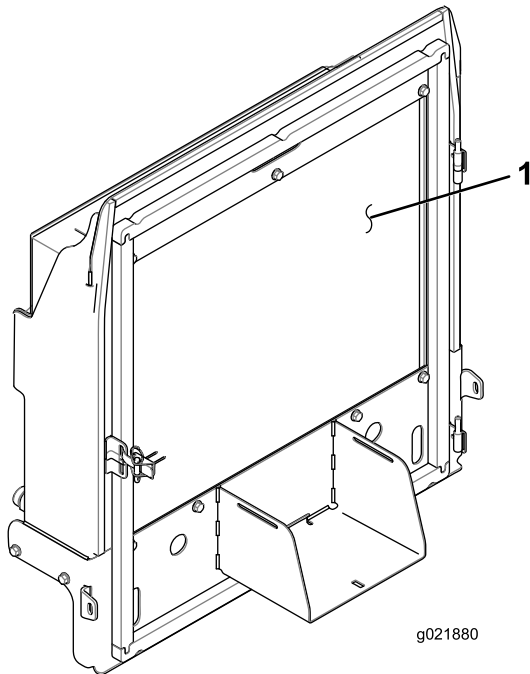

Figura 92
4. Limpe bem ambos os lados do radiador com ar comprimido (Figura 92).